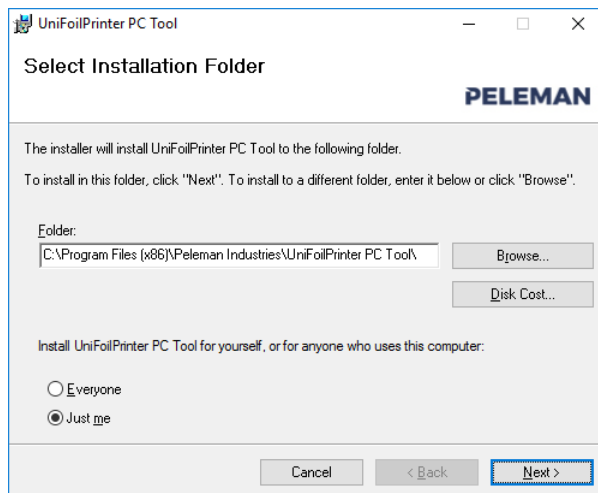

Figure 17: Screen to Select Installation Folder
- figure 17*, para instalar el software en el carpeta de su elección. Para confirmar su selecciones, pulse el botón *siguiente*.